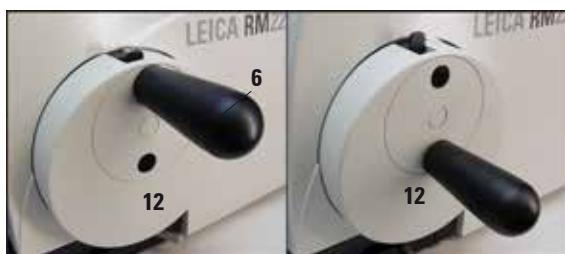

Fig. 4
- Para centralizarla, tirar el asa (6) ligeramente hacia afuera y girarla al centro del volante (12) (Fig. 4).